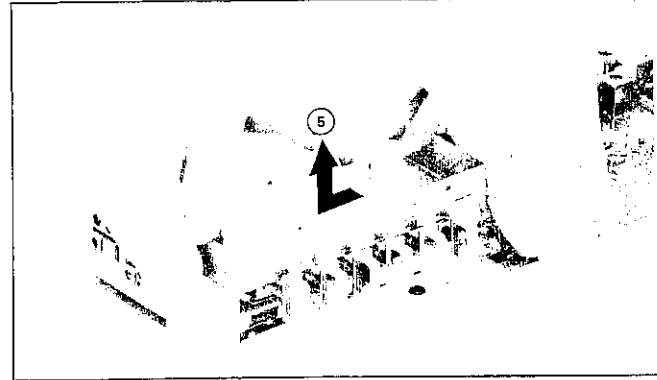

Abbildung 5-2
- ① Die beiden (2) Drucknieten aus der Vorderseite der Schalter-Leiterplatte ziehen.
- ② Das Flachkabel (an 13 Stellen der gedruckten Schaltung) ablöten und dieses vom Leiterplattenblock entfernen.
- ③ Die Zuleitungen entfernen, die an das Abschirmblech der MW/LW-Tunereinheit angelötet sind.
- ④ Den (1) Anschluß von der Schalter-Leiterplatte trennen.
- ⑤ Den Leiterplattenblock gemäß Abb. 5-2 mit den Händen festhalten, die Schalter-Leiterplatte nach rechts schieben und diese zum Entfernen nach oben abheben.
- ⑥ Die beiden (2) Schrauben von der Schalter-Leiterplatte entfernen, um dann die Schalter-Leiterplatte vom Leiterplattenblock trennen zu können.